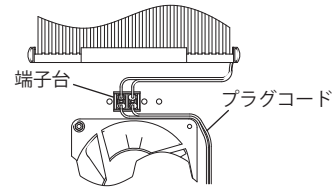

図8 電源端子台の位置変更③
5. 端子台にプラグコードを接続してください。(P.6 図8)